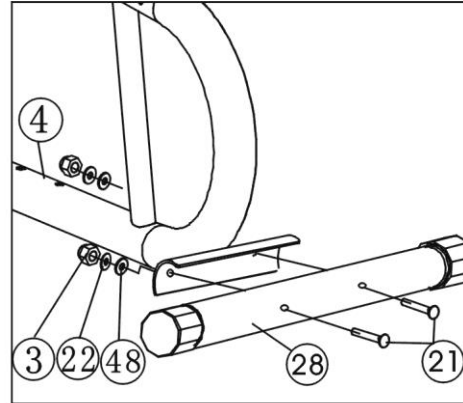

Figure 2
Montați stabilizatorul posterior (28) la postametul de șă (4) cu două bolțuri (21), 2 șaibe plate (48), 2 șaibe elastice (22) și 2 piulițe (3). (Vezi figure 2)